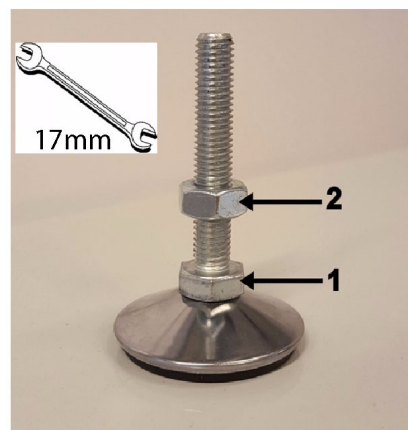

Рис. 5-7: EVOshake 500 имеет две опорные ножки. Нижняя гайка (1) предназначена для регулировки высоты, а верхняя (2) – для блокировки.
7. Смеситель EVOshake 500 оснащён двумя опорными ножками спереди и одной сзади. Поднимите передние ножки для спуска машины с поддона. Конструкция ножки показана на Рис. 5-7.